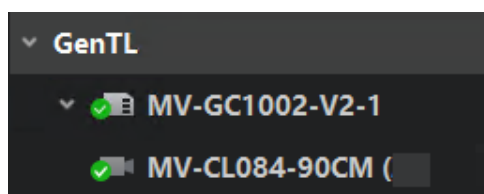
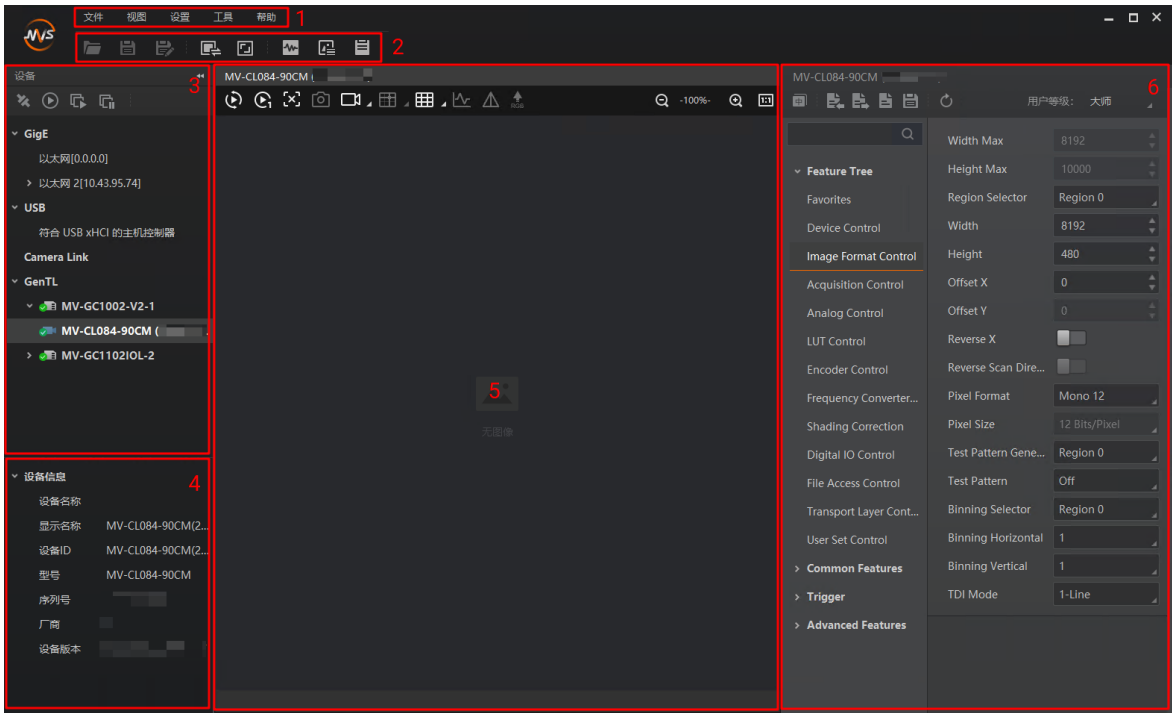

图6-6 枚举采集卡下的相机
图6-7 MVS 主界面
3. 单击连接采集卡，客户端自动枚举并连接该采集卡下的线阵相机，如图 6-6 所示。MVS 客户端界面如图 6-7 所示。